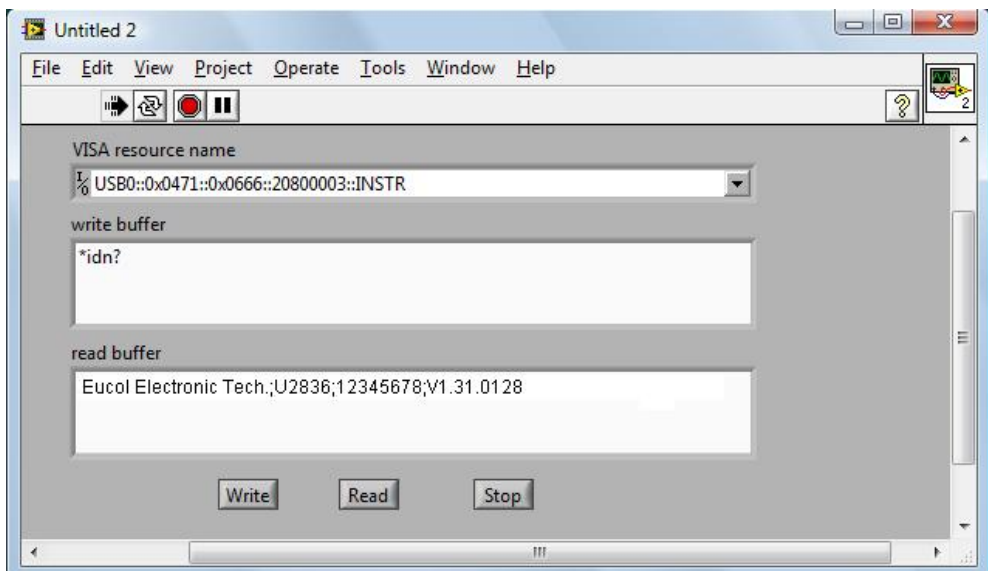

图 4-3-6
22. 运行本 VI，在 write buffer 中输入你想要发送的命令或查询，如：*idn?。点击 Write 键发送命令。然后按 Read 键读取返回信息。执行结果如图 4-3-6 所示。